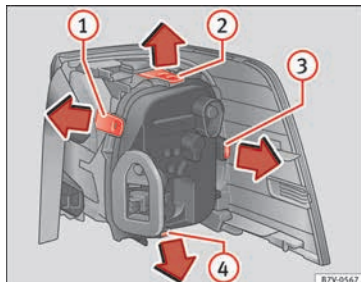

Abb. 115 Rückleuchte in der Karosserie: Lampenträger ausbauen. ① bis ④ Verriegelungslaschen.
8.	Zum Entriegeln des Lampenträgers Verriegelungslaschen » Abb. 115 ① a ④ in Pfeilrichtung drücken.